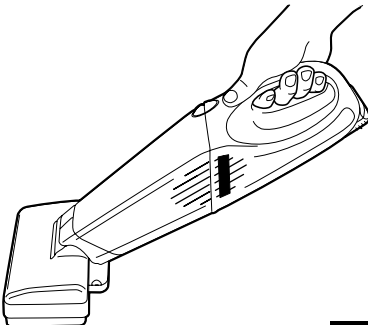

FIG. 8
Step 4: To use as a handvac remove handle **G** by releasing the lock button **M** (Fig. 8).
Étape 4 : Pour utiliser comme aspirateur portable, retirez le manche ❷ et appuyez sur le bouton de verrouillage ❸ (Fig. 8).
Paso 4: Para usar como aspiradora de mano, retire el mango ❷ liberando el botón de traba ❸ (Fig. 8).